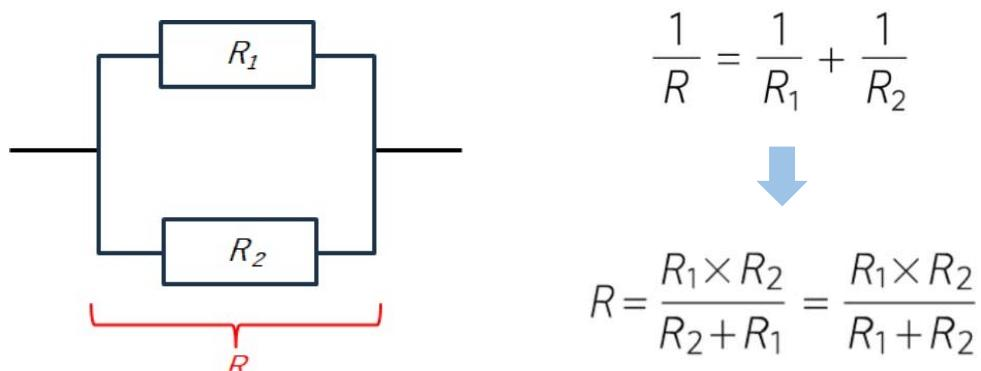

図9-9 抵抗の並列つなぎ
(1) つなぎ方、合成抵抗の計算
- 図9-9のように抵抗を並べてつなげることを抵抗の並列つなぎといいます。
- 図9-9で R_1 と R_2 を 1 つの抵抗と見なした合成抵抗を R とすると、 R の逆数 ($1/R$) は R_1 と R_2 の逆数 ($1/R_1$, $1/R_2$) の和で表せます。